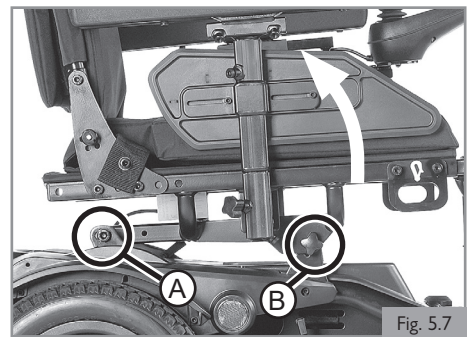

Fig. 5.7
**5.5 Inclinaison d'assise fixe (Fig 5.7)**